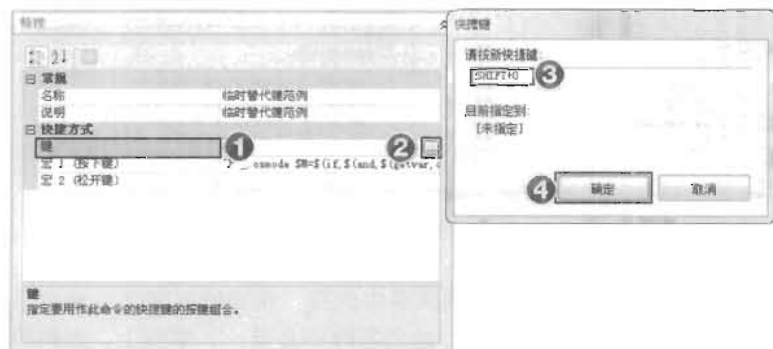

图 19-54
(5) 单击“键”文本框，然后单击右边的  按钮打开“快捷键”对话框。按下要使用的键盘组合键，文本框下面的信息指出该快捷键是否已指定，然后单击“确定”按钮退出快捷键设置，如图 19-54 所示。